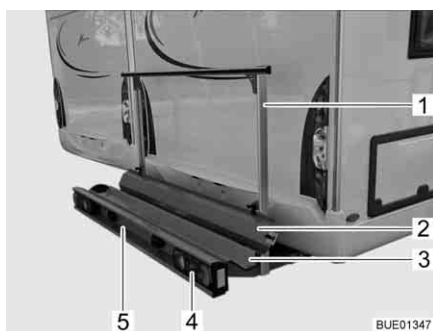
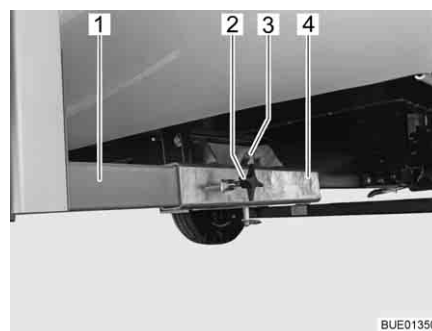

Fig. 7 Suporte de cargas
Fig. 8 Fixação ao veículo
O suporte de cargas (Fig. 7) dá-lhe a possibilidade de levar uma mota ou uma motoreta com um peso até 130 kg.
- Cuba de suporte (Fig. 7,3) e estribo de fixação (Fig. 7,1) com fixação no veículo (Fig. 8)
- Luzes traseiras (Fig. 7,4)
- Iluminação da matrícula do veículo (Fig. 7,5)
- Rampa de acesso (Fig. 7,2)
- Fixação ao veículo** Ambos os suportes longitudinais (Fig. 8,1) do suporte de cargas estão fixados ao chão do veículo por meio de parafusos com pegas (Fig. 8,2) nos apoios quadrangulares (Fig. 8,4). O suporte de cargas é fixado por meio de um pino (Fig. 8,3) com anel de retenção.